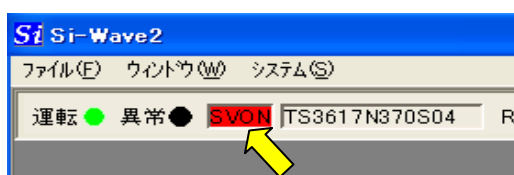

図8-2
- 4) さらに図8-2のように SVON が赤くなります。